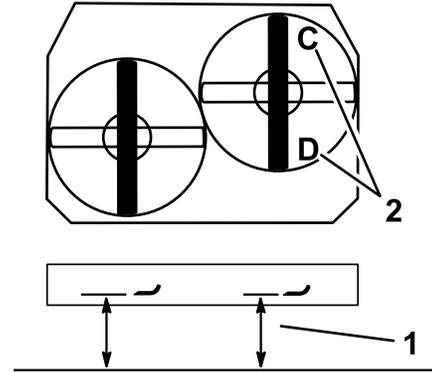

Figura 80
1. Disponete la lama destra in posizione longitudinale rispetto alla macchina (Figura 80).
2. Misurate la lama destra al punto C da una superficie piana fino al tagliente della punta della lama e annotate la misura rilevata (Figura 80).
3. Misurate la lama destra al punto D da una superficie piana fino al tagliente della punta della lama e annotate la misura rilevata (Figura 80).
**Nota:** La lama del tosaerba deve essere da 6 a 10 mm più bassa al punto C rispetto al punto D (Figura 80). In caso contrario eseguite la seguente operazione.
2. Disponete la lama destra in posizione longitudinale rispetto alla macchina (Figura 80).